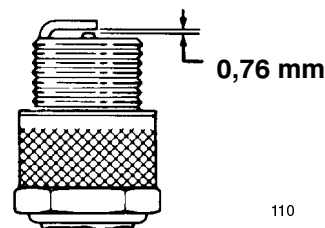

Figure 36
3. Réglez l'écartement des électrodes de la bougie neuve à 0,76 mm (Fig. 36).